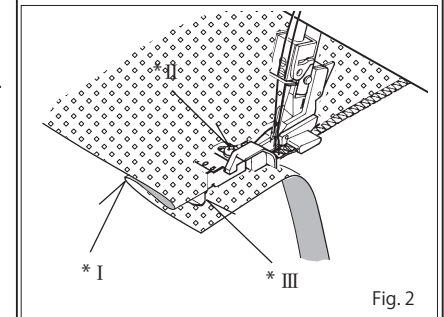
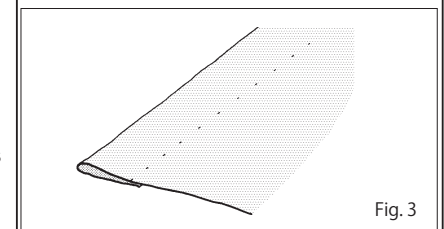

Fig. 2
Fig. 3
2. Legen Sie den Stoff mit der "falschen" Seite nach oben unter den Nähfuß. Führen Sie die gefaltete Kante durch die Führung an der Vorderseite des Fußes und senken Sie den Nähfußhebel ab. Probieren Sie einen Stich (oder mehrere Stiche) auf einem Ersatzstück des eigentlichen Stoffes aus und stellen Sie die Führung so ein, dass die Nadel gerade die Falte erfasst. Stellen Sie die Führung mit der kleinen Schraube auf der Oberseite des Fußes ein - siehe Abb. 2.
3. Wenn er richtig eingestellt ist, nähen Sie den Saum. Die Außenkante wird von der Maschine weggeschnitten - siehe auch Abb. 2. Nach Beendigung öffnen Sie wieder und drücken Sie erneut. Die Stiche sollten auf der "rechten" Seite des Stoffes fast unsichtbar sein - siehe Abb. 3.
2. Place fabric under the presser foot with the 'wrong' side up. Feed the folded edge through the guide in the front of the foot and lower the presser foot lever. Try a stitch (or several stitches) on a spare piece of the actual fabric, and adjust the guide so that the needle just catches the fold. Adjust the guide by means of the small screw on the top of the foot - see Fig. 2.
3. When correctly set, sew the hem. The outside edge will be cut away by the machine - see also Fig. 2. After completion, open out and press again. The stitches should be almost invisible on the 'right' of the fabric - see Fig. 3.
Le guide se règle par une petite vis placée sur le dessus du pied presseur (voir Fig. 2).
3. Quand tout est bien réglé, coudre l'ourlet à vitesse stable et modérée. La partie extérieure sera coupée par la machine – voir aussi Fig.2. L'ourlet terminé, ouvrir le tissu et le repasser encore. Les points doivent être pratiquement invisibles du côté endroit du tissu (voir Fig. 3).
2. Posizionare il tessuto sotto il piedino premistoffa con il rovescio rivolto verso l'alto. Inserire il bordo piegato attraverso la guida di fronte al piedino e abbassare la leva alza-piedino. Fare un punto (o più punti) di prova su un pezzetto del tessuto in questione, quindi regolare la guida in modo che l'ago vada a colpire solo la piega. Regolare la guida con la piccola vite che si trova sopra al piedino - vedere Fig. 2.
3. Una volta impostato correttamente, cucire l'orlo. Il bordo esterno verrà tagliato dalla macchina - vedere Fig. 2. Una volta terminato, aprire e premere nuovamente. I punti dovrebbero essere pressoché invisibili sul lato "destra" del tessuto - vedere Fig. 3.